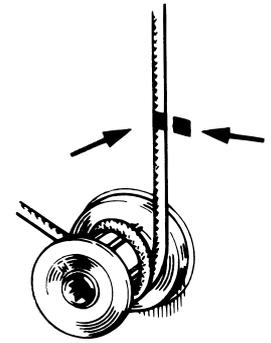

Fig. 6.4.a
15. Por último, marque la driza como se muestra en la Fig. 6.4.a para evitar un exceso de tensión. ¡Esto es muy importante! Marque también la posición de tensión máxima del tensor de backstay.